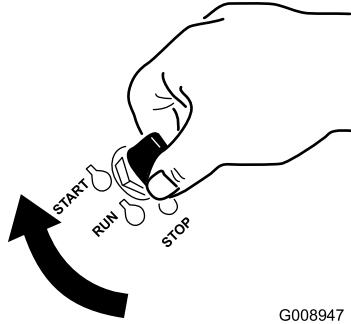

Figura 20
1. Gire la llave de contacto a la posición de **ARRANQUE** (Figura 20).